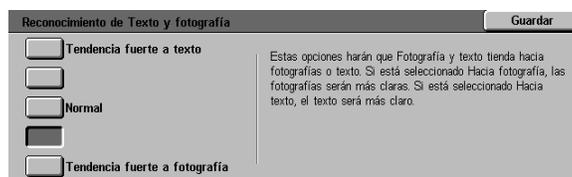

Figura 47: Opciones de Reconocimiento de Texto y fotografía
- Pulse el cuadro que indica la configuración adecuada del nivel de calidad de imagen para texto y fotografía, tal y como ilustra la Figura 47.